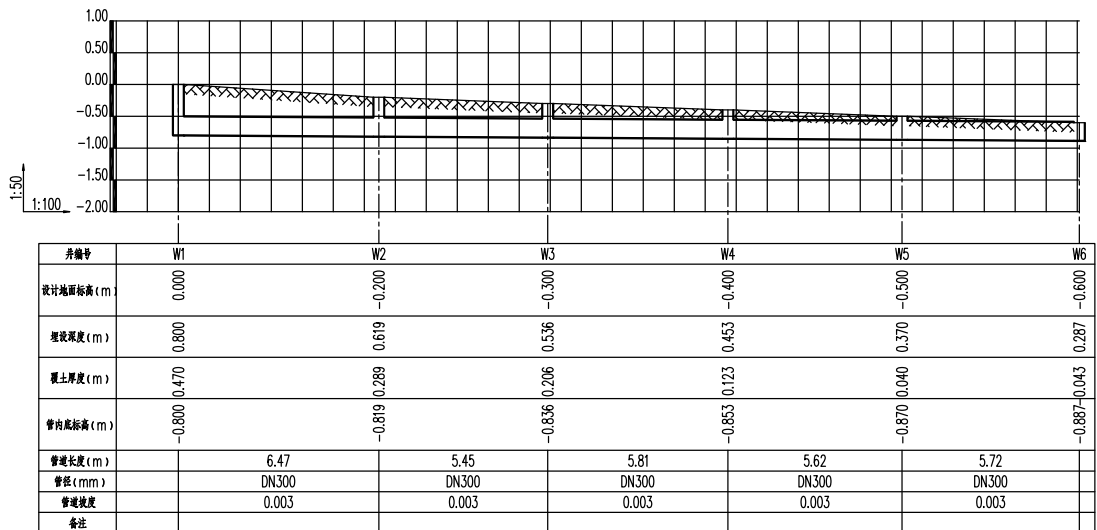

图 7-57 打开素材
**01** 按 Ctrl+O 组合键，打开配套光盘提供的“第 7 章/7.5.2 一分为二.dwg”素材文件，结果如图 7-57 所示。